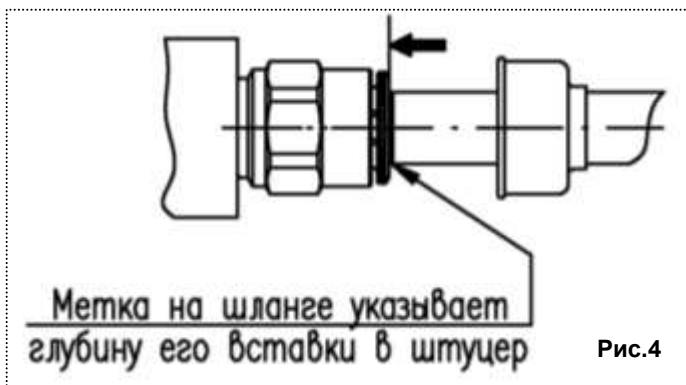

Рис.4
6.3.4 **Замена шланга наконечника** - извлечь из фитингов наконечника **(5)** и шайбы **(11)** изношенный шланг и установить в штуцер шайбы до метки (для облегчения поворачивать шланг вокруг продольной оси (рис.4).